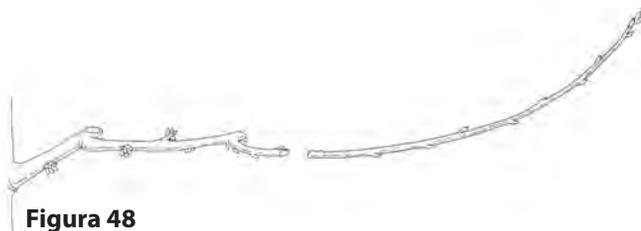
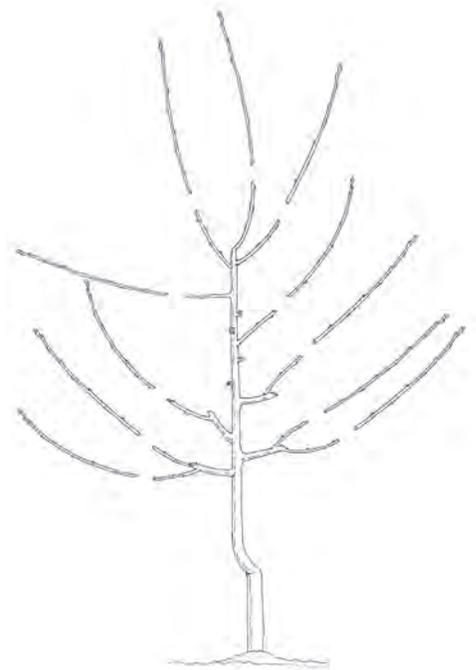

Figura 48
Figura 49
- Use la técnica de poda corta para recortar todas las ramas fructíferas anualmente. Deje dos o tres yemas vegetativas para la renovación del follaje, además de las yemas florales basales para la producción de fruto (Figura 48). Las ramas encontradas a la base del dosel deben ser un poco más largas que aquéllas de la copa (Figura 49).